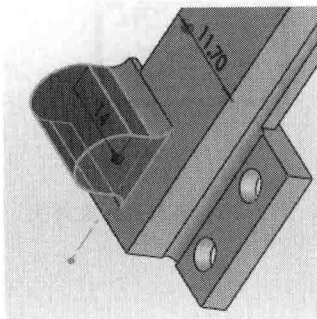

图 1-22 显示所有尺寸
(7) 双击一个特征可以显示该特征的所有尺寸, 如图 1-22 所示。